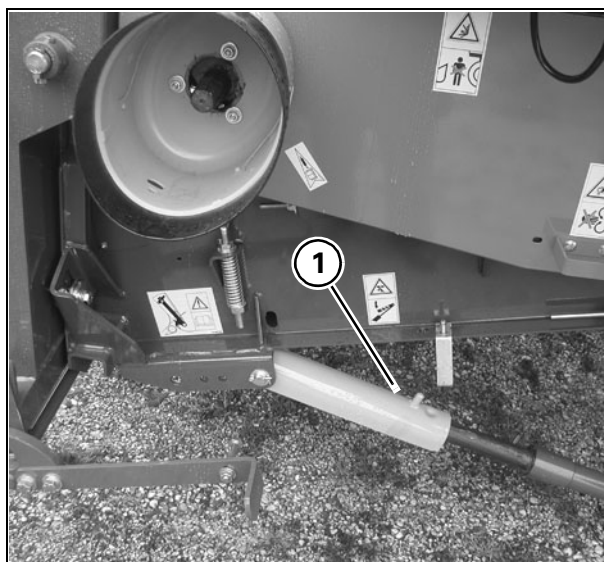
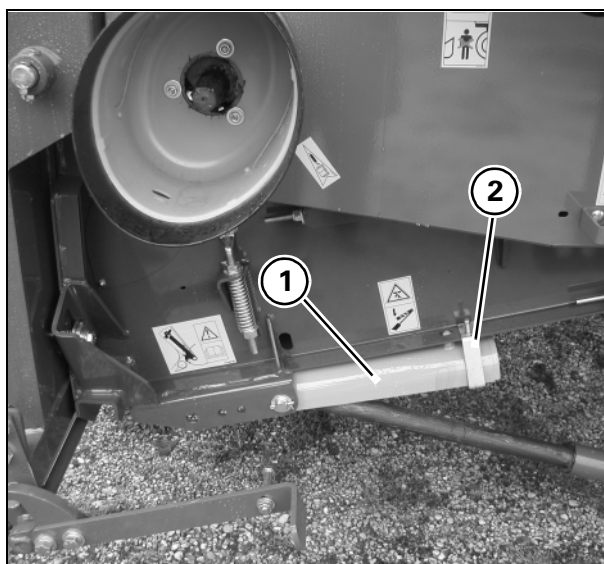

Рис. 20
Рис. 21
Рис. 20 и Рис. 21
Перед началом любых работ под жаткой необходимо опустить предохранительный фиксатор (1) на шток цилиндра с обеих сторон (см. Рис. 20).
Если предохранительные фиксаторы (1) не используются (например, во время работы), они должны быть закреплены на корпусе элеватора посредством подходящего фиксирующего приспособления (2), см. Рис. 21.